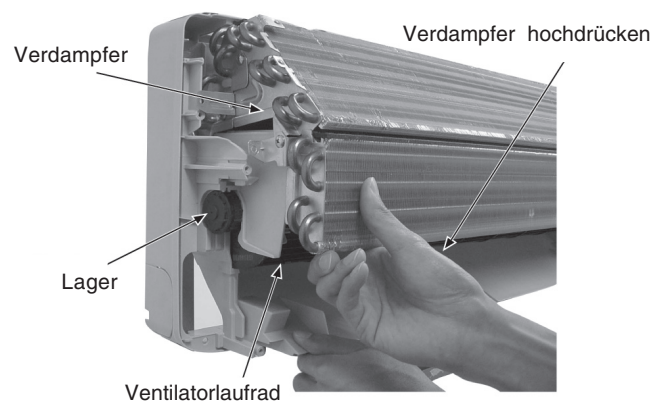

Abb. 9
- Der Verdampfer wird nach oben gedrückt, sodass das Ventilatorlaufrad herausgezogen werden kann. Jetzt kann auch der Ventilatormotor herausgenommen werden (Abb. 9).